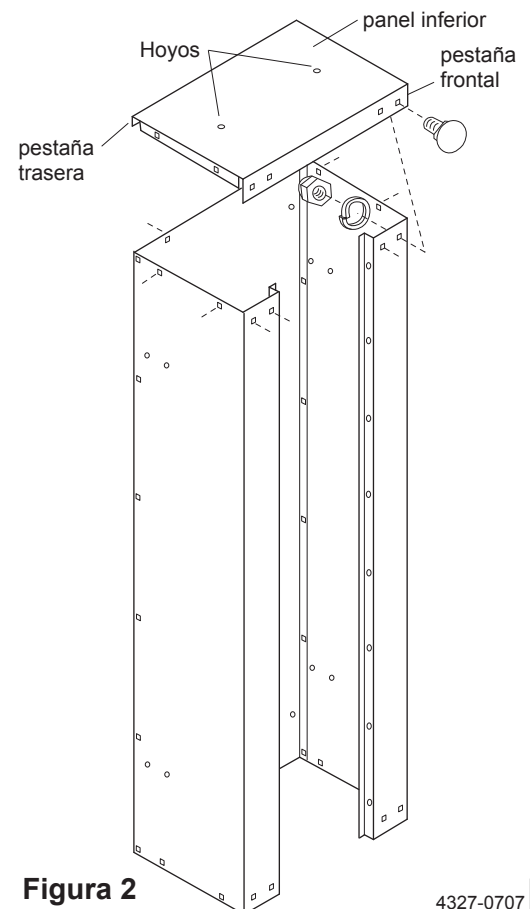

Figura 2
2. Mantenga la parte ensamblada verticalmente como se muestra. Ubique el panel inferior (el que tiene 2 hoyos al centro) y colóquelo sobre los paneles laterales y trasero. Las pestaña frontal y trasera de este panel deben estar en el exterior del gabinete. (Figura 2) Las pestañas laterales quedarán adentro del gabinete.